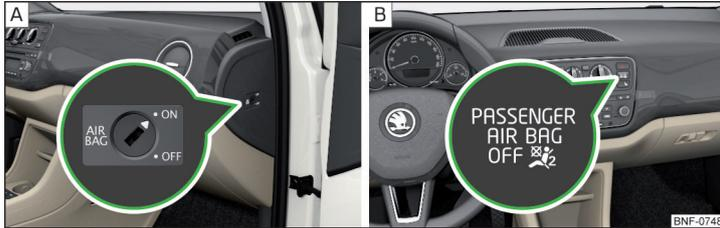

Abb. 9 Schlüsselschalter für Beifahrer-Frontairbag / Kontrollleuchte für Beifahrer-Frontairbag
Der Beifahrer-Frontairbag kann mit dem Schlüsselschalter abgeschaltet werden » Abb. 9 auf Seite 20 - [\[A\]](#).
Stellungen des Schlüsselschalters » Abb. 9 - [A]
- ON** Der Beifahrer-Frontairbag ist eingeschaltet - nach dem Einschalten der Zündung **leuchtet** die Kontrollleuchte **OFF** ; **nicht** » Abb. 9 - [B]